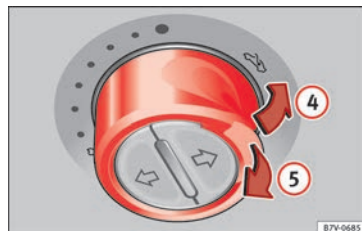

Abb. 58 An der Innenseite des Formhimmels: Schalter drücken und ziehen zum Ausstellen und Schließen des Dachs.
» Abb. 58
- *Panorama-Schiebedach*: Innerhalb von 5 Sekunden nach dem Auslösen der Kraftbegrenzung den Schalter so lange nach hinten ziehen » **Abb. 58** (Pfeil ), bis das Panorama-Schiebedach vollständig geschlossen ist.